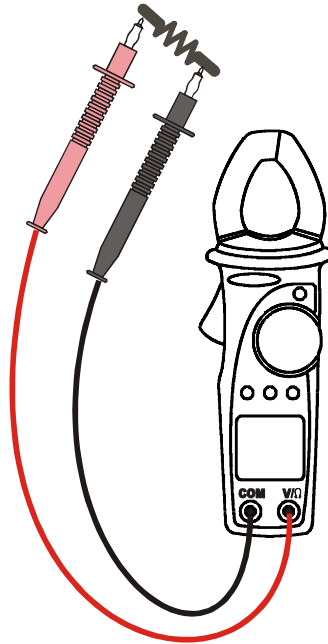

Abb. 9: Die Anwendung der Zange für Durchgangstest
2. Verbinden Sie die Meßleitungen mit den Eingangsbuchsen, der rote Stecker mit der V / $\Omega$  Buchse, und den schwarzen Stecker mit der COM Buchse. (s. Abb. 9).